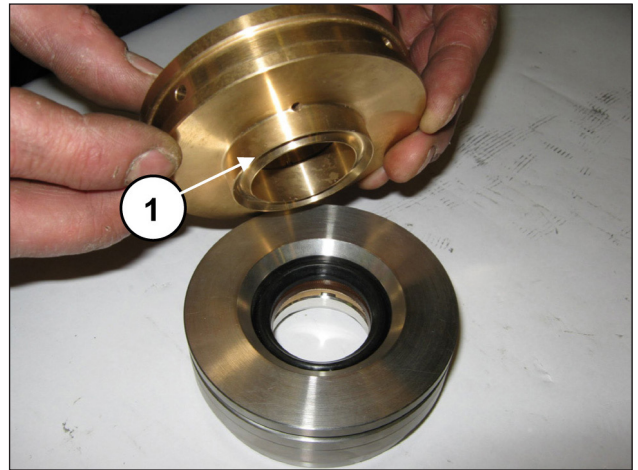
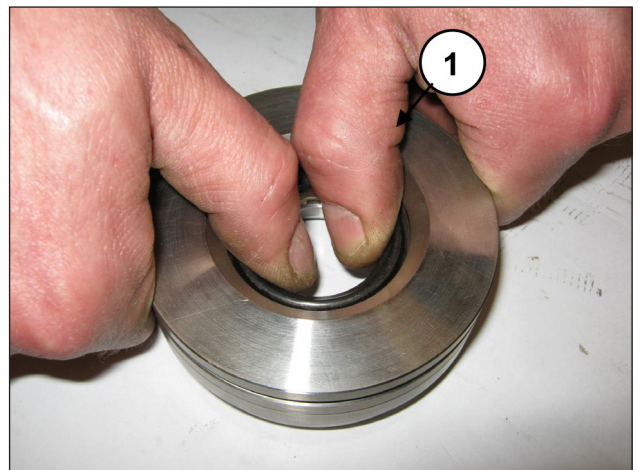

Abb. 174
Abb. 175
Trennen Sie den Dichtungshalter von der Buchse (Pos. ①, Abb. 174), um die Druckdichtungen freizulegen (Pos. ①, Abb. 175).